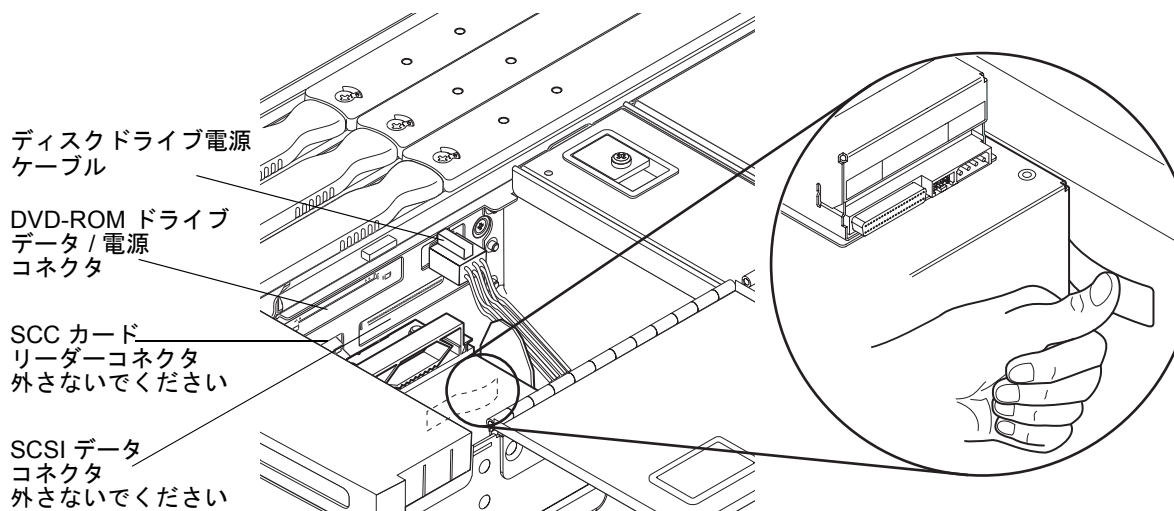

図 6-7 IB\_SSC アセンブリのケーブルおよびコネクタの位置とリムーバブルメディアモジュールを固定しているバネ
9. IB\_SSC アセンブリから、ディスクドライブ電源ケーブル、SCSI データケーブル、SCC カードリーダーケーブル、および DVD-ROM ドライブデータ/電源ケーブルを外します (図 6-7)。
11. リムーバブルメディアモジュールの右側の後ろにある出っ張ったバネの位置を確認します。このバネを押してへこませます (図 6-7)。
5. ディスクドライブ電源ケーブル、SCSI データケーブル、SCC カードリーダーケーブル、および DVD-ROM ドライブデータ/電源ケーブルを IB\_SSC アセンブリに再接続します (図 6-7)。